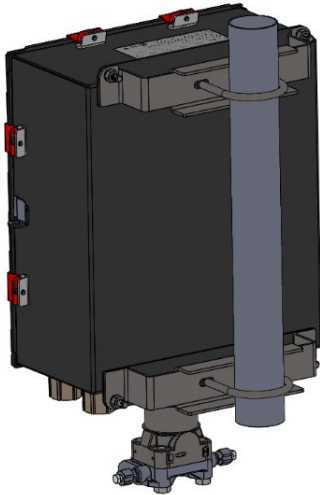

图7. 管道安装座上的FB2200（铝质外壳）
2. FB2200 安装在二英寸管道或立柱上（见 图7），也可利用机箱上的四个孔和适当的连接件进行墙壁或面板安装。